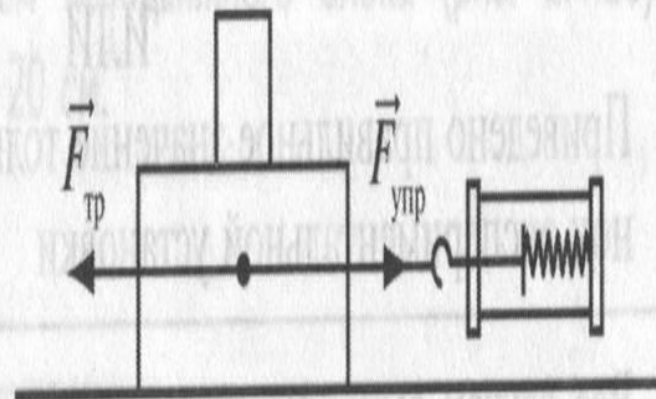

Рис. 2.1.25
1) Схема экспериментальной установки (рис. 2.1.25);